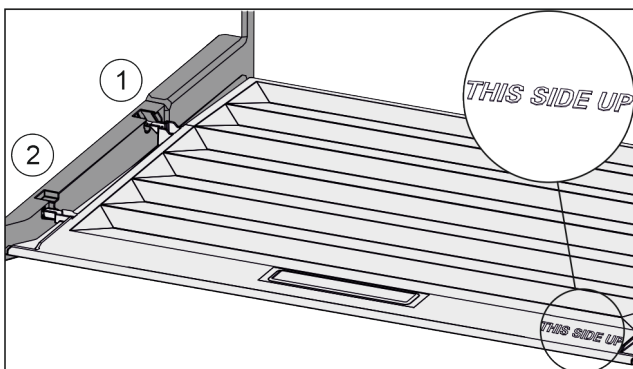

Fig. 92
- Introduire les rainures du couvercle par l'orifice du support arrière Fig. 92 (1) et les enclencher à l'avant dans le support Fig. 92 (2).